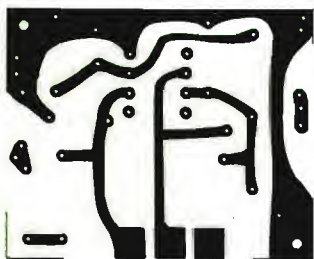

Fig. 3 - Disegno del circuito stampato in dimensioni naturali necessario per la composizione del cablaggio del preamplificatore per microfono.
Fig. 3 - La presenza dell'integrato IC impone l'uso di un circuito stampato, che agevola e razionalizza il piano di cablaggio dell'ohmmetro di precisione. Ai lettori principianti raccomandiamo di inserire nel circuito i due diodi LED  $D_1$ - $D_2$  nella esatta posizione indicata in questo disegno, rispettando cioè la posizione del catodo (K) e dell'anodo (A). Il montaggio dell'intero ohmmetro viene effettuato su una lastra di alluminio che ha funzioni di pannello di chiusura di un contenitore di qualsiasi tipo, metallico o di materiale isolante.